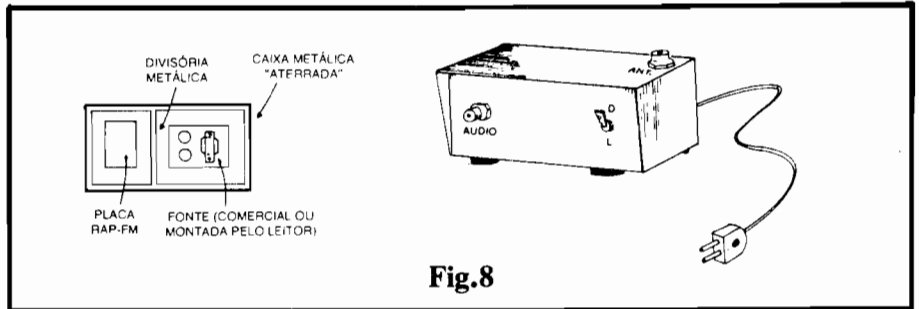

Fig.8
- FIG. 8 - A CAIXA... - Recomenda-se para a RAP-FM uma caixa metálica, com seu "corpo" ligado à linha do **negativo** da alimentação geral... É possível (desde que as dimensões do **contêiner** assim o permitam...) "embutir" a própria fonte de alimentação no mesmo abrigo, separando porém o circuito da RAP-FM da dita fonte por uma "parede" também metálica, ligada ao **negativo** da alimentação (ver 8-A). Não esquecer que a fonte deve ser de muito boa qualidade, já que qualquer ineficiência de filtragem inevitavelmente surgirá na forma de zumbido sobre a modulação de áudio da transmissão... Um bom acabamento externo (como o sugerido em 8-B) também faz parte da segurança e eficiência, não se esquecendo o Leitor de efetuar todas as cabagens em comprimentos mínimos, evitando assim instabilidades e interferências... Outra coisa: basicamente, a RAP-FM (como já foi enfatizado) destina-se a uso fixo (quanto menos a caixa/instalação for tocada ou movida, melhor para a estabilidade e para a eficiência dos ajustes...). Quem quiser tentar a **utilização** em veículo, com antena vertical, alimentado pela bateria, poderá fazê-lo, mas os ajustes podem tornar-se ainda mais trabalhosos...